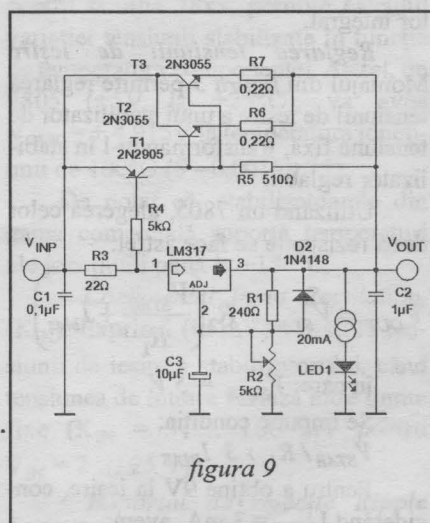

figura 9
**Mărirea curentului debitat.** Dacă se cere ca stabilizatorul să debiteze un curent mai mare decât 1,5A, se va realiza montajul din figura 9.
Este o variantă asemănătoare cu cea din figura 9, realizată însă cu  $\mu A$  7905 și tranzistor de putere npn. Curentul maxim este de 3A, la o tensiune de ieșire de -5V.